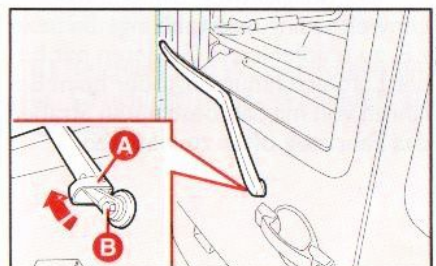
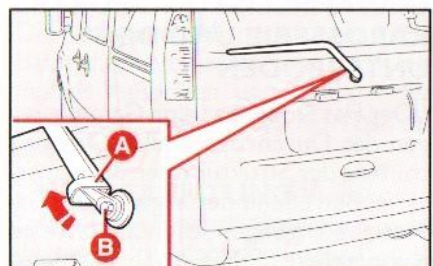

Abb. 24
Abb. 25
1) Die Kappe **A**, **Abb. 24** und **Abb. 25** anheben und den Arm durch Abdrehen der Mutter **B** die diesen am Drehbolzen befestigt, vom Fahrzeug abnehmen.